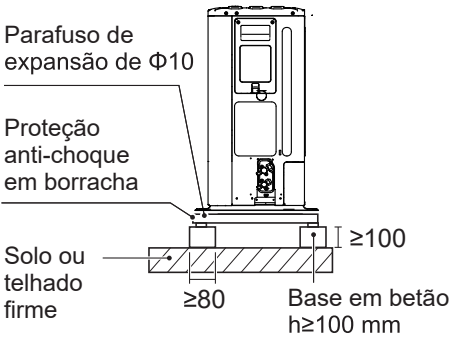

Fig: 6-3
- Se a água não for facilmente drenada da unidade, instale a unidade numa fundação de blocos de cimento, etc. (a altura da fundação deve ser cerca de 100 mm (na Fig:6-3).